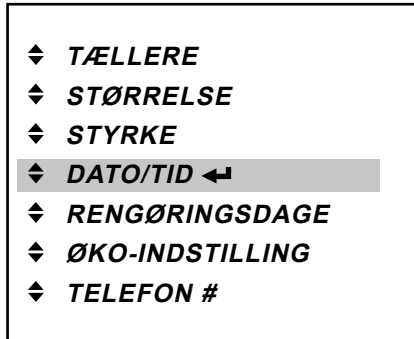

Fig. 41
1. Tryk på enter-knappen ◀ for at gå ind i «DATO / TID»-menuen (fig. 41).